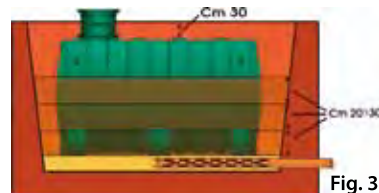

Fig. 3
5. Riempire il serbatoio per circa 20-30 cm e colmare lo spazio vuoto tra il serbatoio e la parete dello scavo con sabbia, fino al livello dell'acqua, con strati di circa 20-30 cm per volta (fig. 3), badando bene a **compattarli perfettamente**, aiutandosi **con un paletto di legno** (fig. 5) o **altri mezzi idonei**. Evitare di scaricare la sabbia in grosse quantità, perché questo potrebbe creare accumuli, capaci di deformare il serbatoio, mentre potrebbe generare vuoti in altre zone. **È fondamentale cercare di compattare al massimo ogni singolo strato che viene aggiunto.**
7. Raccomandiamo di colmare la parte superiore della buca, fino all'inizio della prolunga del duomo, se presente, con sabbia non riciclata, completando l'ultima fase di interro con terreno vegetale, avendo cura di non superare la profondità massima di interro di 30 cm, come indicato nella fig. 3. (~ 50 cm per la serie NER).